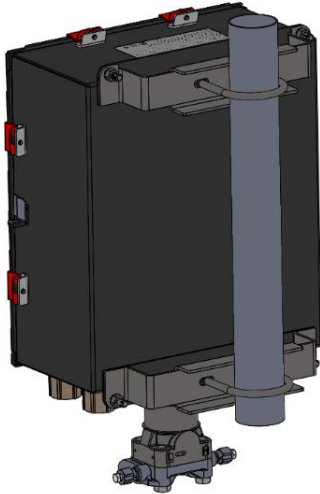

Abbildung 7. FB2200 (Aluminiumgehäuse) am Rohr montiert
- Der FB2200 wird an einer Rohrleitung oder an einem Pfosten mit einem Durchmesser von zwei Zoll montiert (siehe *Abbildung 7*) oder er kann an den vier Bohrungen im Gehäuse und den geeigneten Befestigungselementen an der Wand oder an einer Konsole befestigt werden.